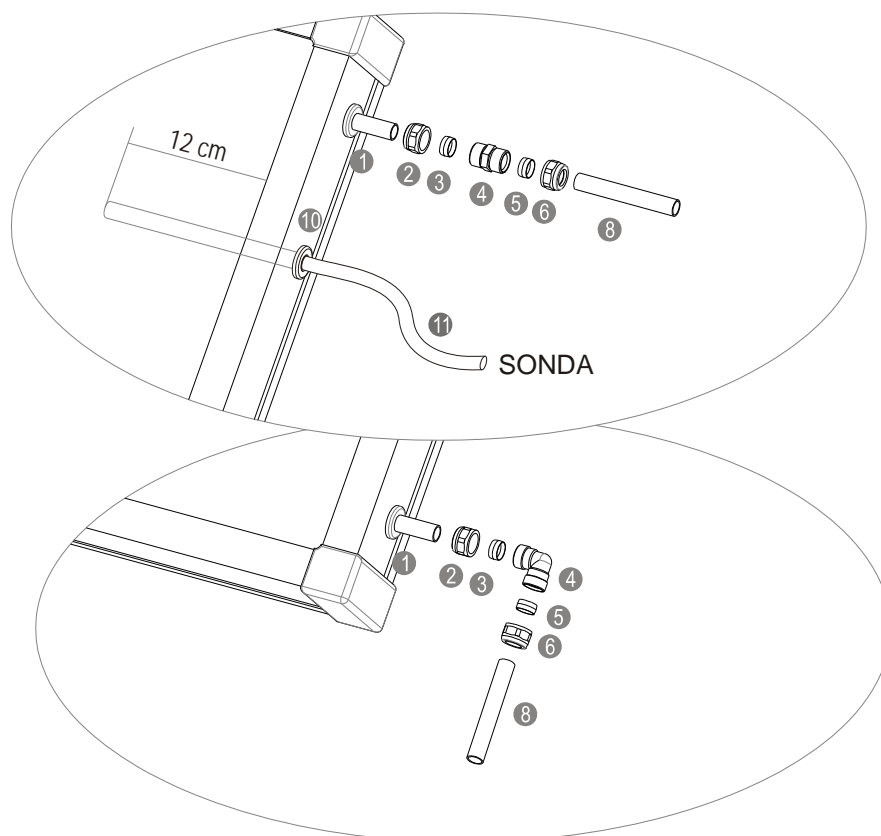

Figura 13
Conexión de los captadores (figura 13). La conexión a los captadores de la tubería del circuito solar (8) se debe realizar con racores de compresión rectos o acodados según las necesidades de cada toma. Este mismo sistema ha de aplicarse a las conexiones entre captadores.
Montaje de la sonda del captador (figura 13). Introducir la sonda de temperatura del captador (11), en la vaina de inmersión (10) y aislar la conexión eléctrica para protegerla de los agentes atmosféricos.